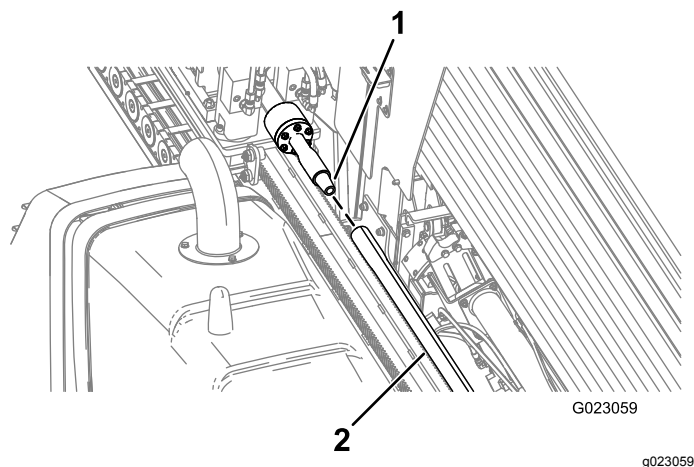

Рисунок 56
9. Поверните буровой шпindelь по часовой стрелке и медленно переместите каретку вперед, чтобы вставить шпindelь в конец трубы с внутренней резьбой (Рисунок 56).
- Поверните буровой шпindel по часовой стрелке и медленно переместите каретку вперед, чтобы вставить шпindel в конец трубы с внутренней резьбой (Рисунок 56).